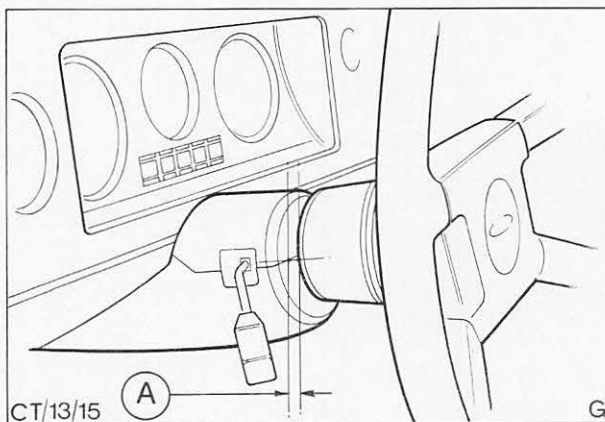

Abb. 77 Spalt zwischen Lenksäulenverkleidung und Lenkrad prüfen
32. Obere Hälfte der Lenksäulenverkleidung anschrauben. Die Distanz zwischen Verkleidung und Lenkrad soll 2 mm betragen, siehe Abb. 77.